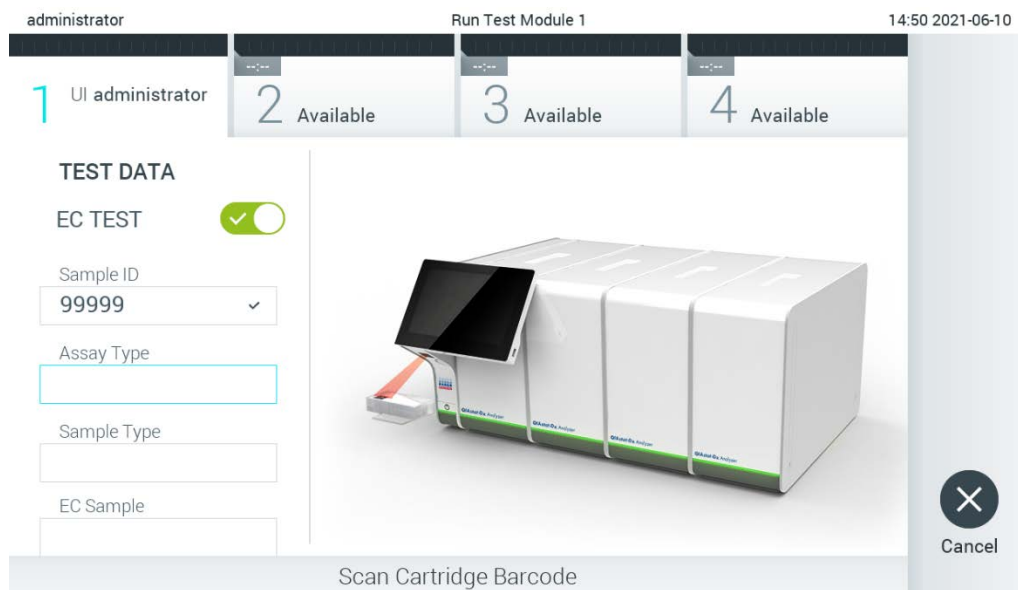

Рис. 89. Сканирование штрих-кода картриджа для тест-системы QIAstat-Dx.
- При получении соответствующего запроса отсканируйте штрих-код на картридже для тест-системы QIAstat-Dx, который будет использоваться при анализе. По штрих-коду картриджа для тест-системы QIAstat-Dx прибор QIAstat-Dx Analyzer 1.0 автоматически определяет, какую тест-систему необходимо использовать (рис. 89).